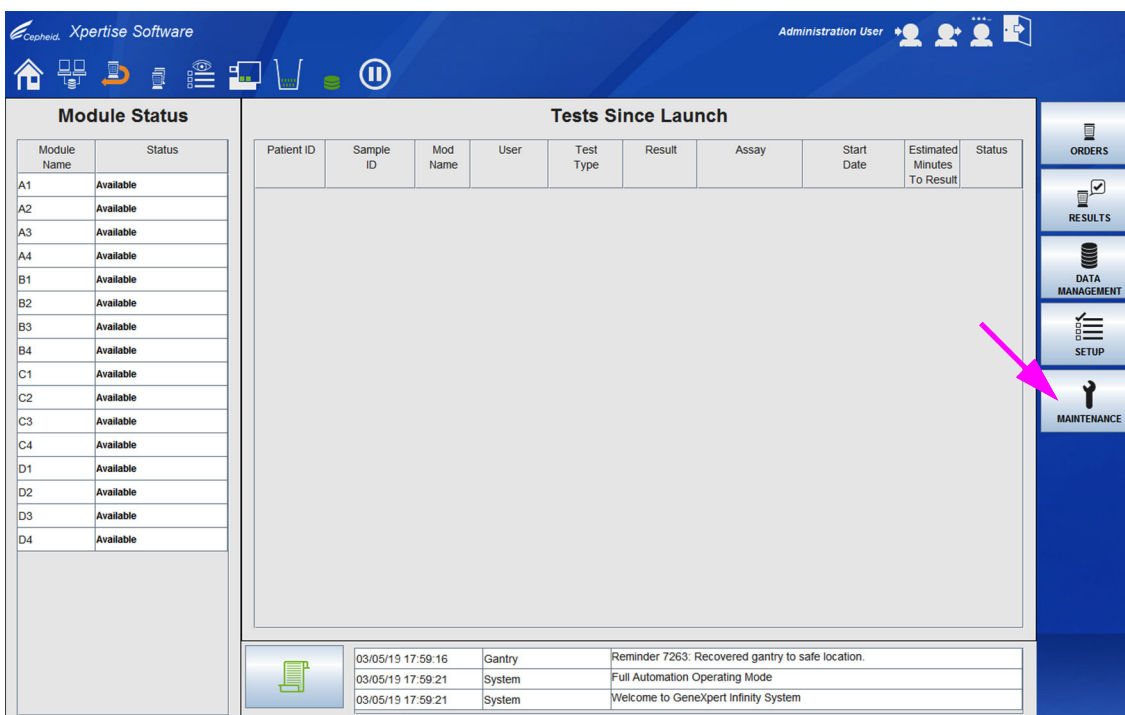
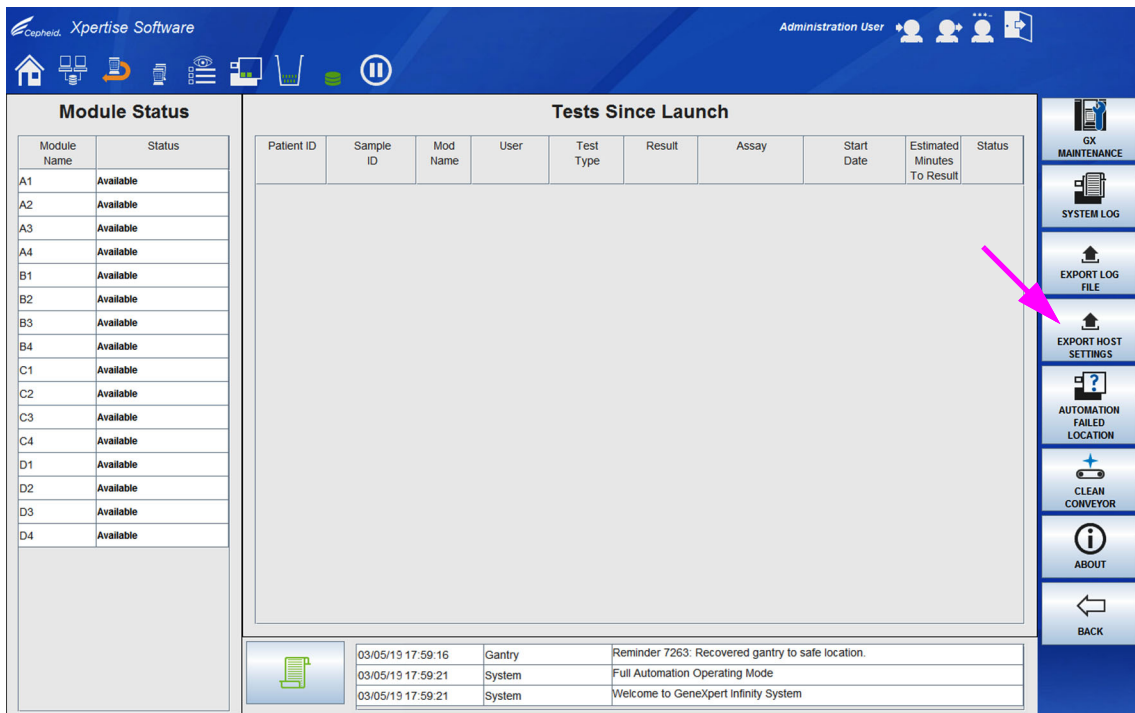
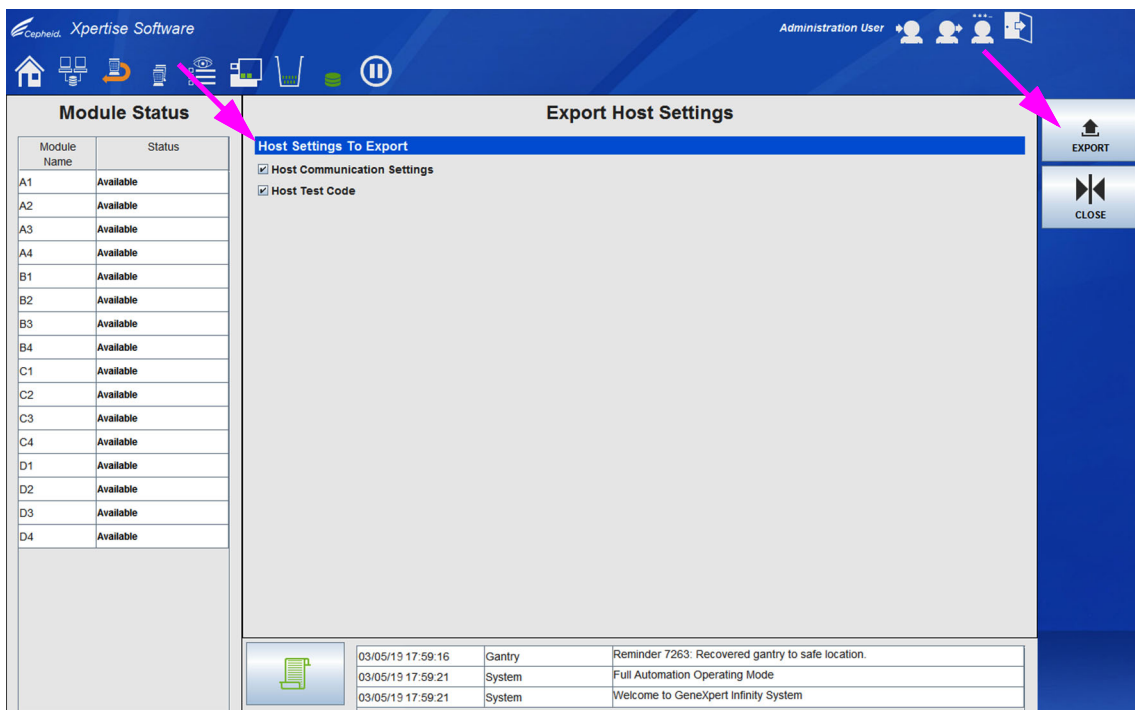
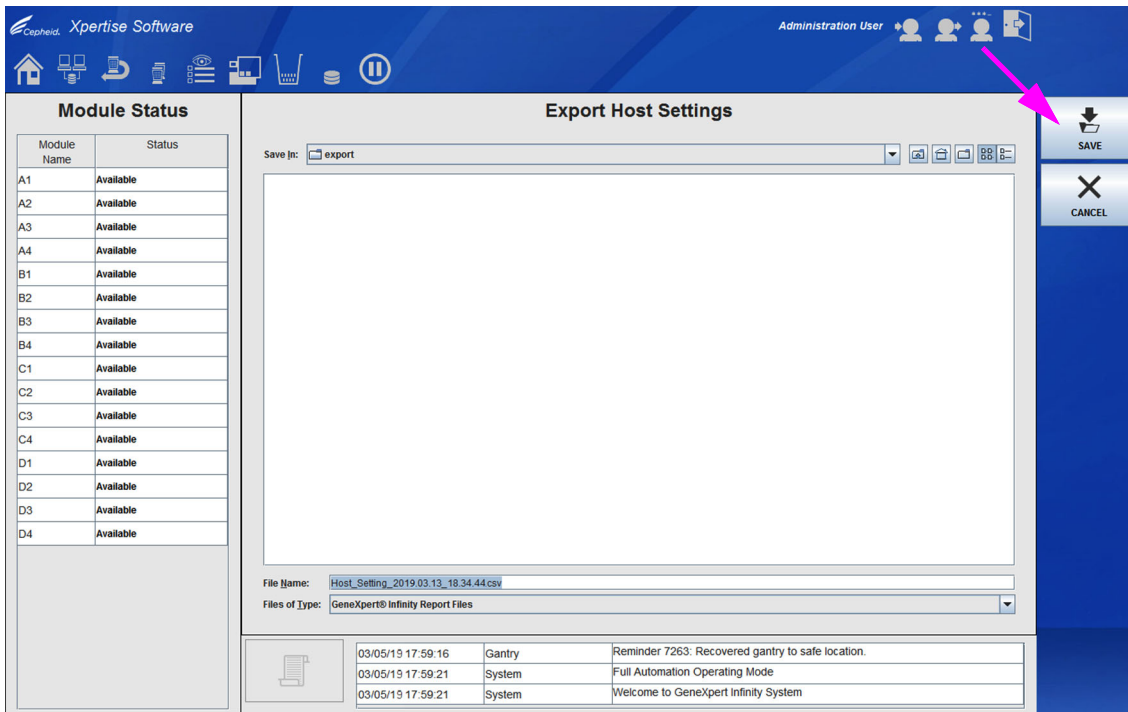

图 9-80. Xpertise 软件主页工作区 – 管理级登录
图 9-81. 维护菜单 – 管理级登录
图 9-82. 导出日志文件 (Export Log File) 工作区
图 9-83. 导出主机设置 (Export Host Settings) 工作区
1. 作为管理员登录到系统。请参见图 9-80。
2. 在 Xpertise 软件主页工作区，选择**维护 (MAINTENANCE)** 按钮（请参见图 9-80）。显示维护菜单。请参见图 9-81。
3. 选择**导出主机设置 (EXPORT HOST SETTINGS)** 按钮（请参见图 9-81）。显示导出主机设置 (Export Host Settings) 工作区。请参见图 9-82。
5. 选择**导出 (EXPORT)** 按钮 (请参见图 9-82)。将显示导出主机设置 (Export Host Settings) 工作区以供选择主机设置文件的位置。请参见图 9-83。主机设置文件的默认位置将是导出文件夹。
保存了主机设置文件后, 将显示导出主机设置 (Export Host Settings) 工作区。请参见图 9-82。
6. 选择**关闭 (CLOSE)** 按钮。请参见图 9-82。